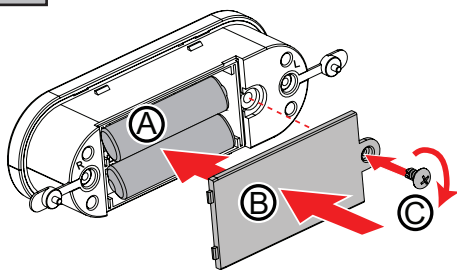

Abb. 4F
7. Verbinden Sie die Sensorkabel wieder (Abb. 4F).